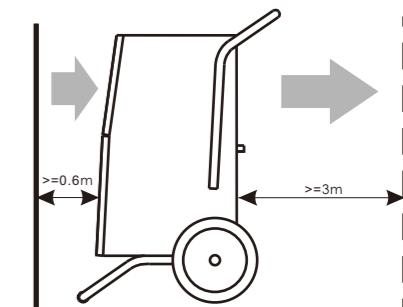

FIG. 2
- För maximal effektivitet är rekommenderat minimiavstånd från vägg till luftinlopp och luftutlopp 0,6 m respektive 3 m (se FIG. 2).